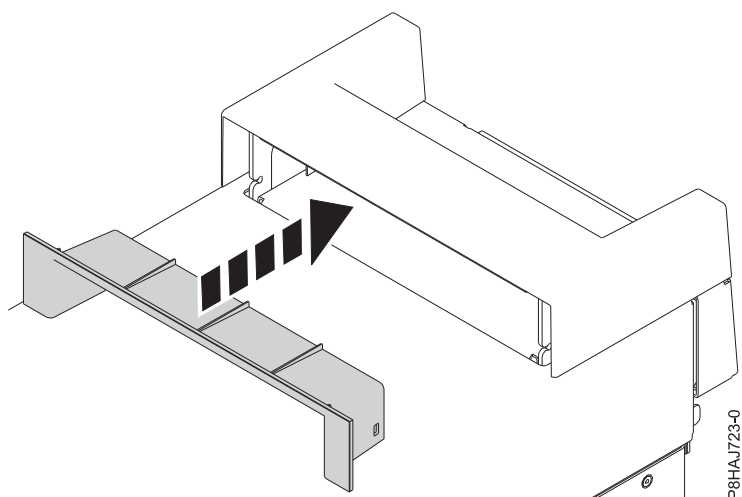

図 24. 8286-41A スタンドアロン・システムのハンドル・カバー内の断片の差し込み
2. ハンドル・カバーの断片をしっかりとハンドル・カバーに押し込んで、断片をハンドル・カバー内に差し込みます (44 ページの図 24 を参照)。